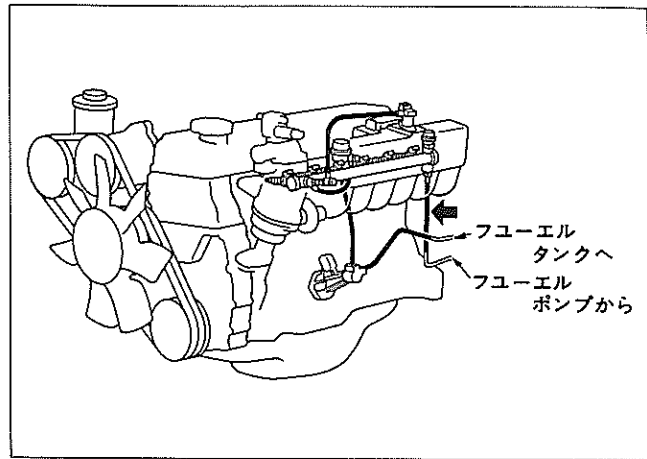

図3-2-1 燃料漏れ点検
- (1) エンジン停止状態でイグニションスイッチをONにする。
- (2) フューエル ポンプ作動用の 端子を短絡する。
- (3) 図3-2-1に示すフューエル ホースの矢印個所を指で押しつぶすと高圧ラインの圧力は約 4 kg/cm^2 に上昇する。この状態で燃料系各部に燃料漏れがないか点検する。